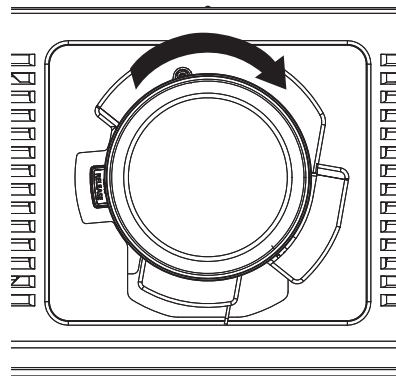

Fig. 3
- 3) **Tournez l'objectif de projection dans le sens des aiguilles d'une montre jusqu'au déclic. (Fig. 3)**